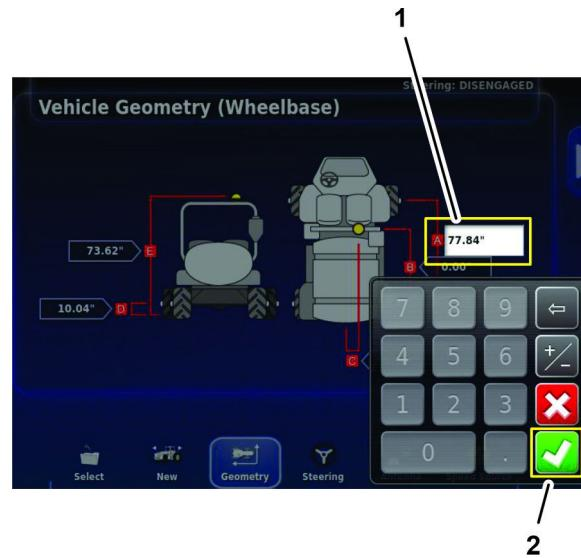

图 189
1. 按前轴与后轴中心线图标A用显示屏键盘输入您在 测量车辆几何形状 \(页码 79\) 中记录在车辆几何形状表中的测量值然后按“确认”图标图 189。